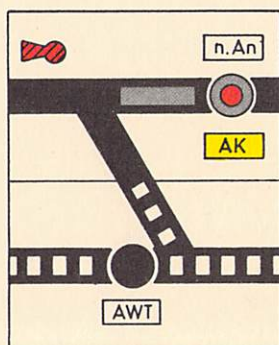

Bild 60
- (3) Der Schlüssel für die Ausweichanschlußstelle wird auf dem Stellwerk durch Bedienen der Anschlußweichentaste und der Weichengruppentaste freigegeben; der Schlüsselfreigabemelder blinkt rot und der Schlüsselüberwachungsmelder erlischt (vgl. Bild 60).